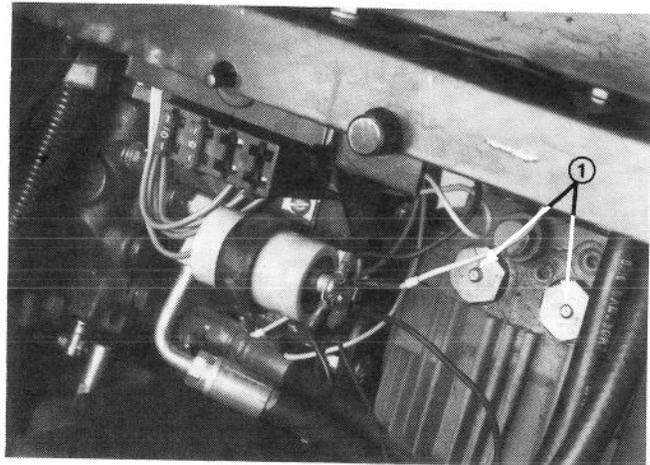

Fig. 11
1. Innestate il freno di stazionamento. Accertatevi che la presa di forza sia in posizione OFF, e la leva di sollevamento si trovi nella posizione TRANSPORT (trasporto) o FLOAT (abbassa) (Fig. 11). Non posate il piede sul pedale di trazione ed accertatevi che sia in folle (NEUTRAL).
3. Quando la temperatura è sotto 15°C, spingete su ON l'interruttore della candela di preriscaldamento (Fig. 11), tenendola per il tempo qui di seguito indicato.
2. Premete gli spilli al centro delle due (2) valvole di ritengo nella trasmissione in alto (Fig. 11), tenendoli fermi mentre spingete o trainate la macchina.